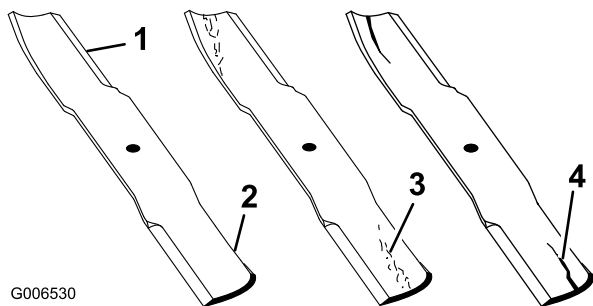

Figure 40
1. Examinez le tranchant des lames (Figure 40).
2. Inspectez les lames, surtout la partie relevée (Figure 40).
Remarque: Remplacez immédiatement toute lame endommagée, usée ou qui présente une entaille (repère 3 de la Figure 40).